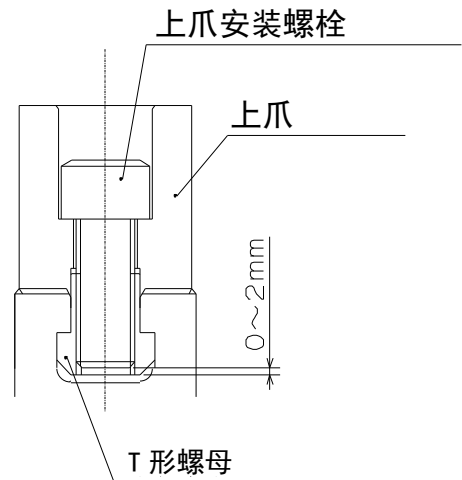

图 12
- 卡爪安装螺母上的 T 形螺母拧入浅的话, 则会使 T 形螺母损坏, 造成卡爪或工件飞出的危险。安装螺栓过长突出 T 形螺母底面时, 则会产生上爪未固定的状态, 造成卡爪或工件飞出的危险。因此, 卡爪安装螺栓的全长必须离 T 形螺母底面的 0~1mm 左右处。(NV21~NV40 为 0~2mm 左右处) (参照图 12)